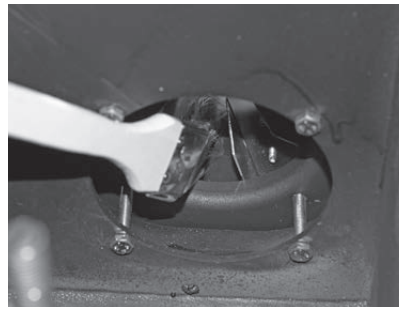

Fig. 60 Gebläserad reinigen und aussaugen
- ▶ Gebläserad mit Pinsel reinigen – Fig. 60.